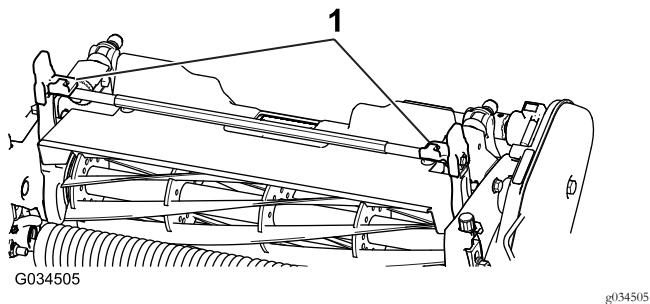
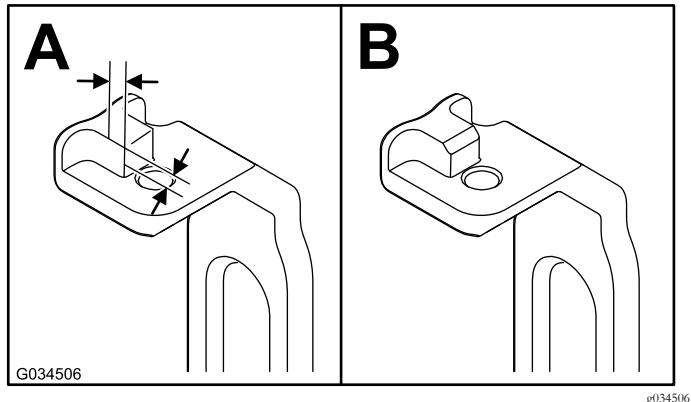

图6
图7
2. 找到两个旋转臂 图6 如 图7 所示在凸耳上测量出 2.3mm 对棱角进行打磨。